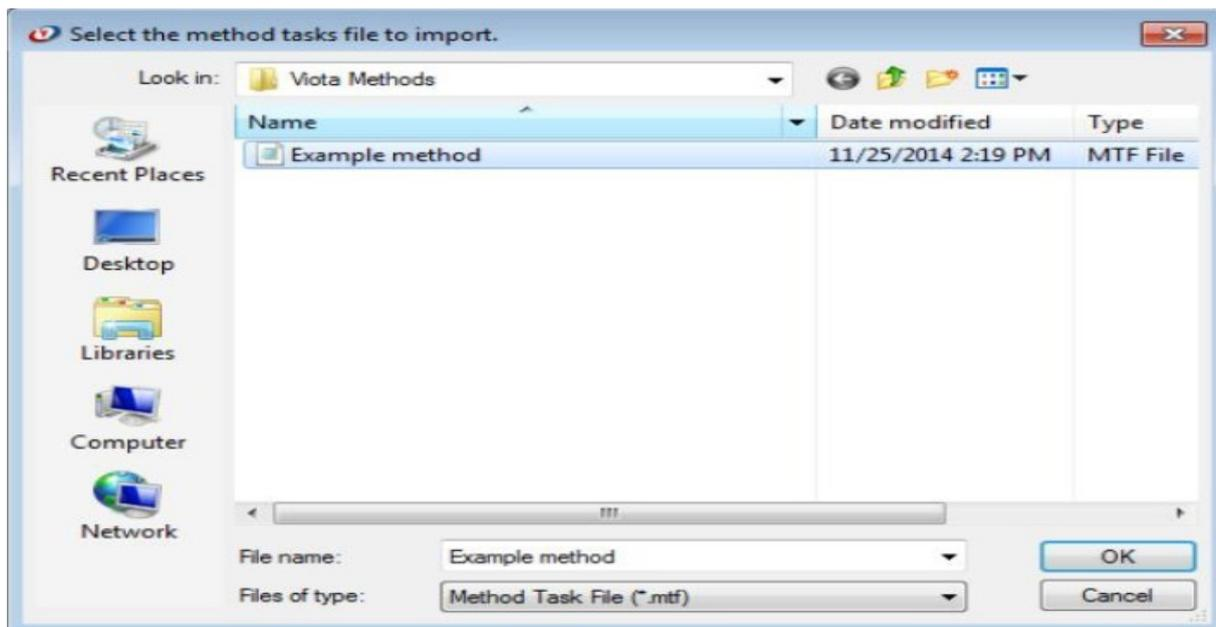

Figura 82. Seleção do arquivo de tarefas de método a ser importado.
- Selecione o arquivo que contém as tarefas do método a serem importadas conforme Figura 82.